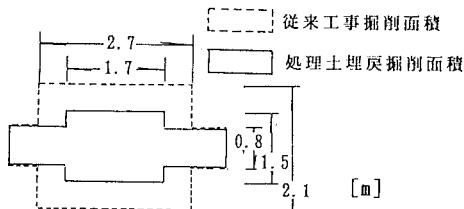

図3. 掘削面積
- ・掘削面積の減少…從来バルブ設置に必要な掘削土量の約1/2に減らす(図3参照)ことが可能となった。